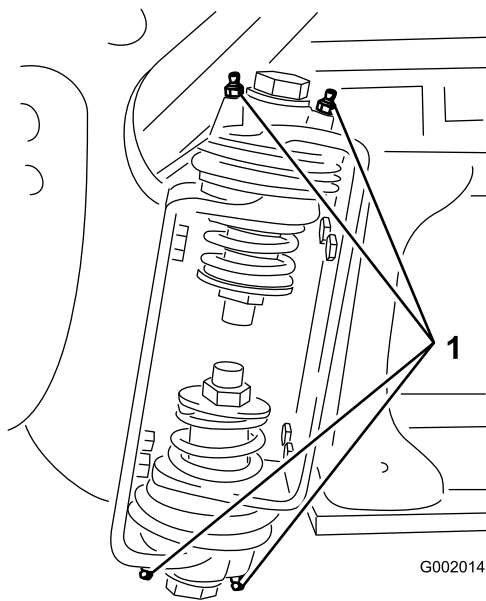

Bild 45
2. Pressen Sie Fett in die Lager oder Büchsen jedes Anschlussstückes Bild 45.